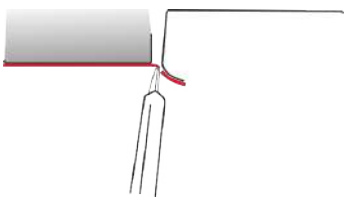

Abbildung 33
- › Nach dem Zuschnitt bleibt ein überstehender Folienrand von 2 bis 3 mm. (Abb. 33)